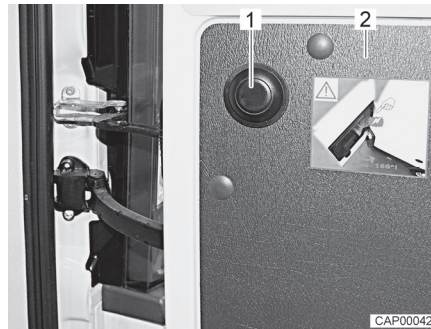

Bild 9 Druckknopf zum Lösen der Begrenzung
- Hecktür (Bild 9,2) bis zum Anschlag öffnen.
- Druckknopf (Bild 9,1) drücken, Hecktür festhalten und vorsichtig weiter öffnen.